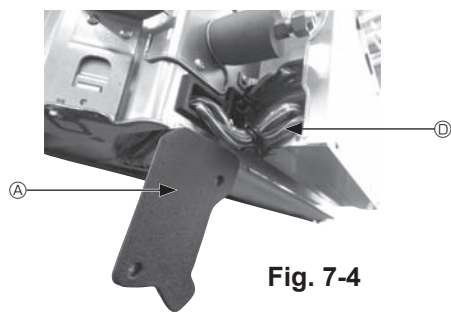
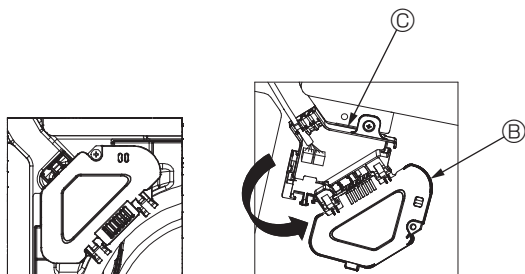

Fig. 7-4
Fig. 7-5
- ① Avlägsna de två skruvarna som håller kabelskyddet på huvudenheten och öppna skyddet.
- ② Dra kablarna från i-See-sensorn och signalmottagaren genom kabelinloppen i el-komponentlådan som visas på bilden och genom dragavlastningen i huvudenheten. (Fig. 7-4)
- ③ När du drar kablarna öppnar du klammern som håller gallrets anslutningskabel och säkrar sedan kabeln och kablarna från i-See-sensorn och signalmottagaren i klammern.
- ④ Avlägsna en skruv som håller anslutningsdosans lock och öppna locket. (Fig. 7-5)
- ④ Placera kontakten för anslutningskabeln i anslutningsdosan.
- ⑤ Montera kabelskyddet och anslutningsdosans lock.